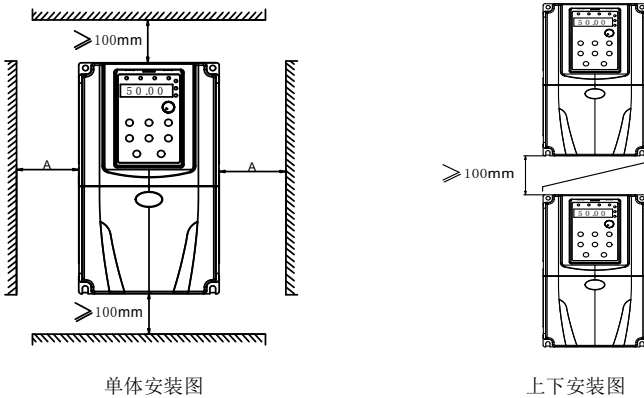

图 3-1 变频器安装示意图
- 1) 请垂直安装变频器, 便于热量向上散发, 但不能倒置。若柜内有较多变频器时, 最好是并排安装。在需要上下安装的情况, 请参考图 3-1 的示意, 安装隔热导流板。
- 2) 安装空间遵照图 3-1 所示, 保证变频器的散热空间; 但布置时请考虑柜内其它器件的散热情况。